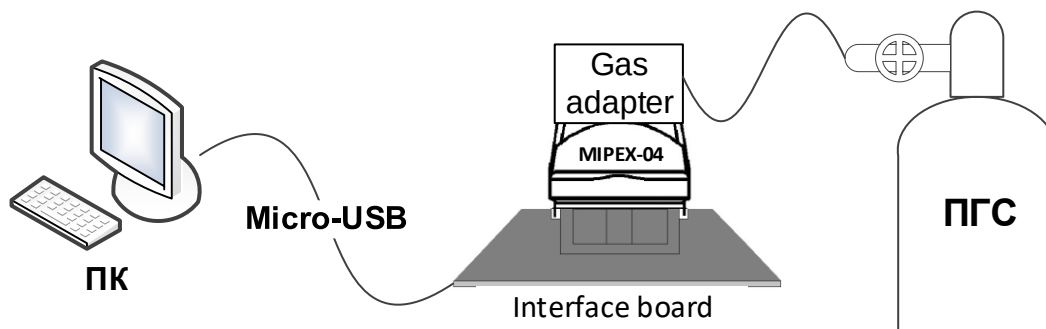

Рис. 11. Пример подключения датчика с использованием интерфейсной платы MIPEX-04 interface board для обнуления и калибровки
1. Установить связь с датчиком посредством UART интерфейса (пример с использованием интерфейсной платы MIPEX-04 ESAT.200100.00 изображён на Рис. 11; (газовые адаптеры ESAT.200105.00 и интерфейсные платы MIPEX-04 interface board приобретаются отдельно).